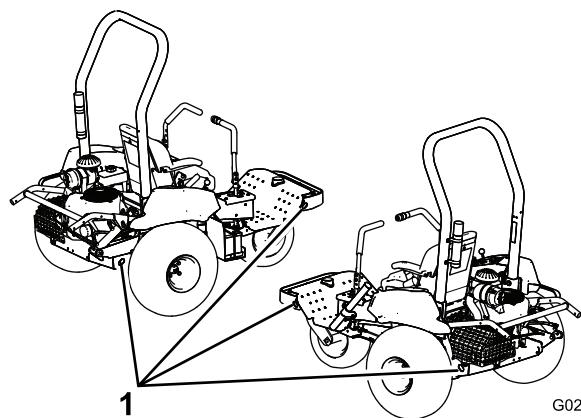

Bild 25
5. Befestigen Sie die Maschine an den Vergurtungssößen (Bild 25) mit Gurten, Ketten, Kabel oder Seilen auf dem Anhänger oder Pritschenwagen.